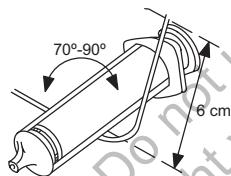

Figura 3. Curve el estilete
2. Seleccione un estilete según la función y la firmeza preferida. Si lo desea, curve suavemente el estilete con un instrumento estéril de superficie lisa (p. ej., el cilindro de una jeringa de 10 ó 12 cc) (Figura 3 en la página 17). Al usar el estilete, es menos probable que se enderece una curva suave que una con un ángulo agudo.